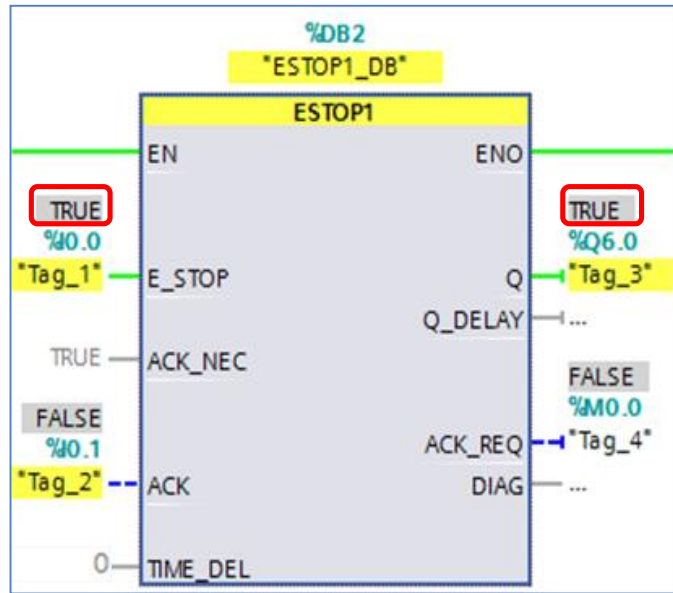

图 3-4 急停程序块
- 4) 打开安全程序块 FB1，点击监控按钮，急停信号 I0.0 为 1，表明没有按下急停按钮，故输出 Q 为 1，如图 3-4 所示。
在图 3-4 状态下，急停信号的双通道其中一路信号丢失，导致通道差异，安全模块会自动检测到外部信号错误，并使模板钝化，此时安全模块 DIAG 指示灯会红色闪烁，I0.0 输入状态变为 0（保持安全值输入），这时 Q 点输出变为 0。